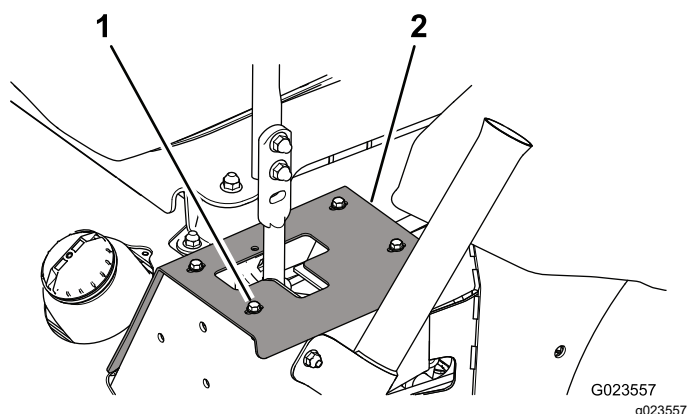

Figure 61
2. Pour accéder aux boulons de fixation de l'amortisseur, retirez les boulons qui fixent les plaques de butée au cadre (Figure 61).